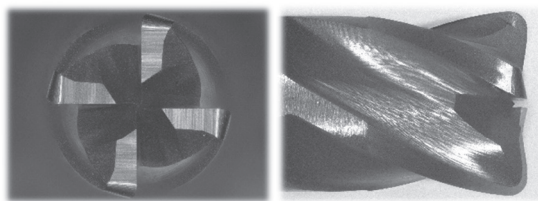

図 1 「MHRSH430RSF」の工具外観
2. 高硬度鋼加工用 4 枚刃ロングネックラジアスエンドミル焼ばめチャック対応一ショートシャンクタイプ「MHRSH430RSF」の特徴 (図 1)